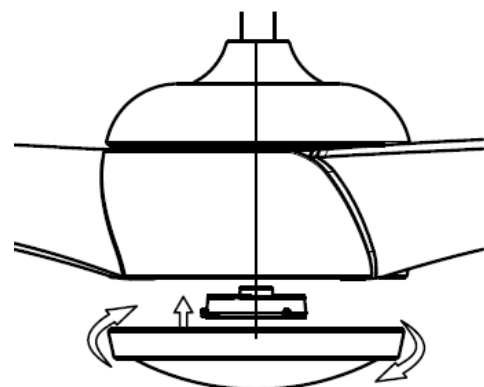

Fig. 9
- Monteer tot slot de onderafdekking op de lampbeugel door deze er rechtsom op te draaien. Fig.9